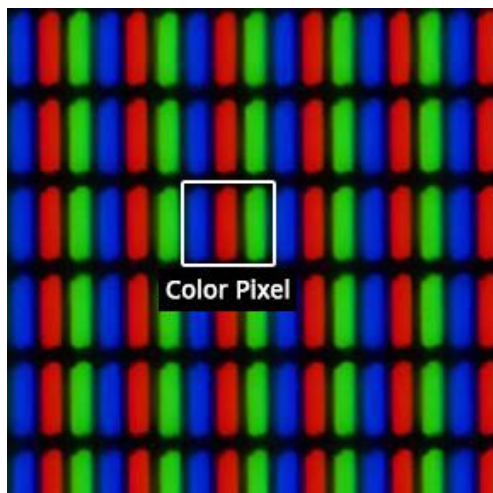

図 57: 顕微鏡で覗くと、各ピクセルは、赤、緑、青の3つのサブピクセルで構成されている事がわかる
**色:** LCD が色を表示するのは簡単な事です。図 57 のように、全てのピクセルは3つの小さなサブピクセルにわけられています。この3つのサブピクセルはそれぞれ赤、緑、青のフィルタが付いており、それぞれ光の赤、緑、青の成分の輝度を表現します。サブピクセルは個々に独自のピクセルとして働きますが、小さいサイズと隣接した配置により、我々には別々のピクセルに見えず、1つのピクセルが赤、緑、青の光の組み合わせを表示しているように見えます。イ